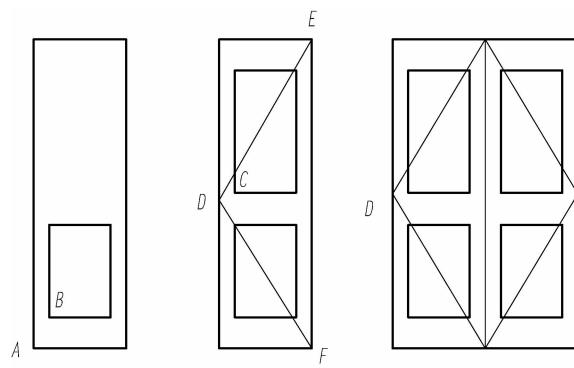

图 3-47 双扇门的绘制过程
(1) 新建图形文件。
(2) 新建“粗实线”图层和“细实线”图层。
(3) 在“粗实线”图层中，先绘制 600×2000 的矩形，再绘制 400×600 的小矩形，启用“捕捉自”命令，以点 A 为基点，偏移“@100,200”；确定点 B，然后输入相对坐标“@400,600”，使用同样的方法绘制 400×800 的小矩形，镜像单扇门得双扇门。绘制过程如图 3-47 所示。